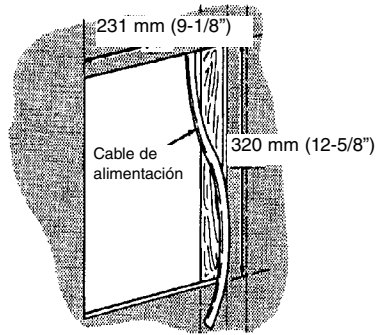

Figura 3
2. Marque y corte cuidadosamente en la pared o cielorraso un agujero con una medida de 231 mm (9-1/8") de ancho por 320 mm (12-5/8") de alto, con un lado del agujero a lo largo del borde de un travesaño de pared o viga de techo. Vea la Figura 3